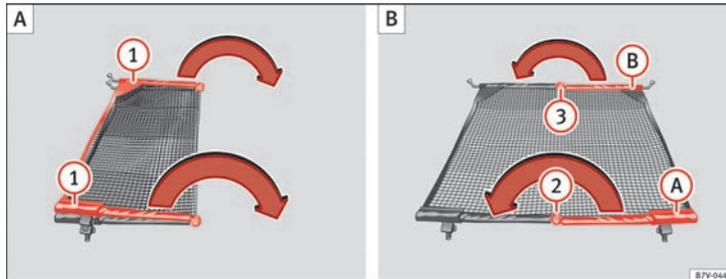

Fig. 93 Desplegar la red de separación ① y plegarla de nuevo ② y ③.
=> fig. 93 ① en la dirección de la flecha hasta que se oiga un "clic".
- Pulse el botón de desbloqueo ⇒ fig. 93 (2) y pliegue la varilla (A) en la dirección de la flecha con el botón de desbloqueo pulsado.
- Pulse el botón de desbloqueo (3) y pliegue la varilla (B) en la dirección de la flecha con el botón de desbloqueo pulsado.